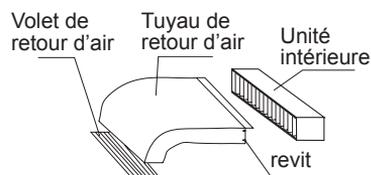

Figure 1
- (1) Percer un trou dans le mur et insérer le tuyau et les câbles de raccordement à travers un tuyau en PVC acheté localement. Le trou doit être légèrement incliné vers le bas avec une inclinaison d'au moins 1/100 (voir la Figure 1).
- (2) Avant de percer le trou, assurer que sans tuyau ni armature est placée derrière la position de perçage. Éviter de percer le trou à la place des câbles ou tuyaux de raccordement.
- (3) Suspendre l'unité sur le toit horizontal et solide. Si la base de l'unité est instable, cela peut causer le bruit, la vibration ou la fuite.
- (4) Supporter l'unité de manière solide et changer les formes de tuyau, des câbles de raccordement et du tuyau de drainage pour qu'il puissent traverser facilement le trou.
Connecter un côté des tuyau de retour d'air à l'orifice de retour d'air des unités intérieures avec rivets, et l'autre côté au volet de retour d'air, comme la Figure 1.